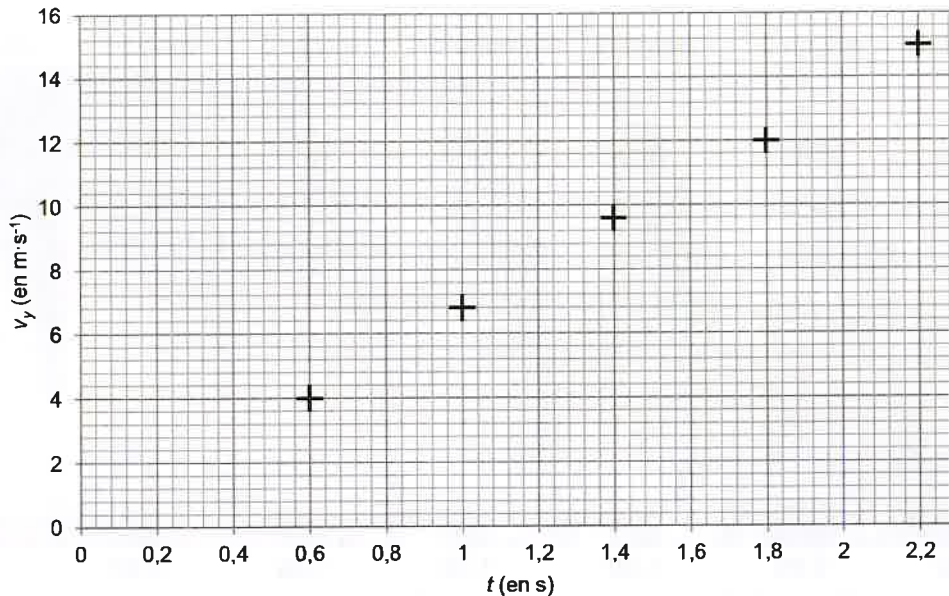

Figure 4. Évolution de la valeur de la vitesse de la fusée au cours du temps
1.3. On donne en figure 4 le graphe représentant l'évolution de la vitesse de la fusée au cours du temps.
1.3.1. Estimer la valeur de v_2 . Détailler la démarche et vérifier que ce résultat est cohérent avec le graphe de la figure 4.